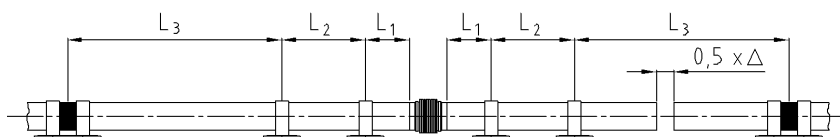

Bild 4
- Rohrleitung allseitig in der Stabachse ausrichten: Abstand der Rohrführungen gemäss Bild 4, Tabelle 4 und Diagramm 2 beachten.